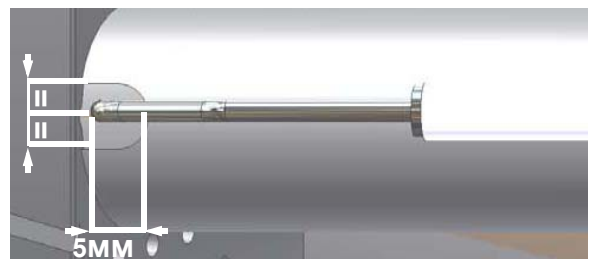

Рис. 28
- 2) отсоединить кабель (CE) электрода (E);
- 4) расслабить винт (B) опоры сопла, который крепит запальный электрод (E) на запальнике горелки (P);
- 5) вынуть электрод и заменить его, выдерживая размеры, указанные на Рис. 28.